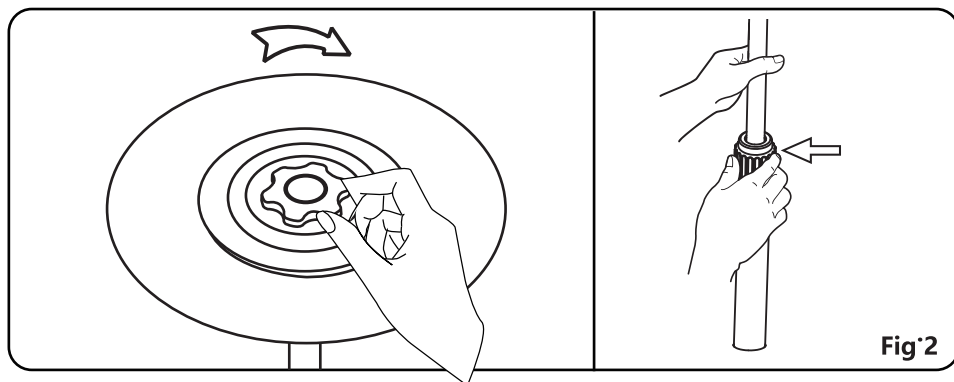

Fig.2
3. Porca de base grande.(Fig. 2)